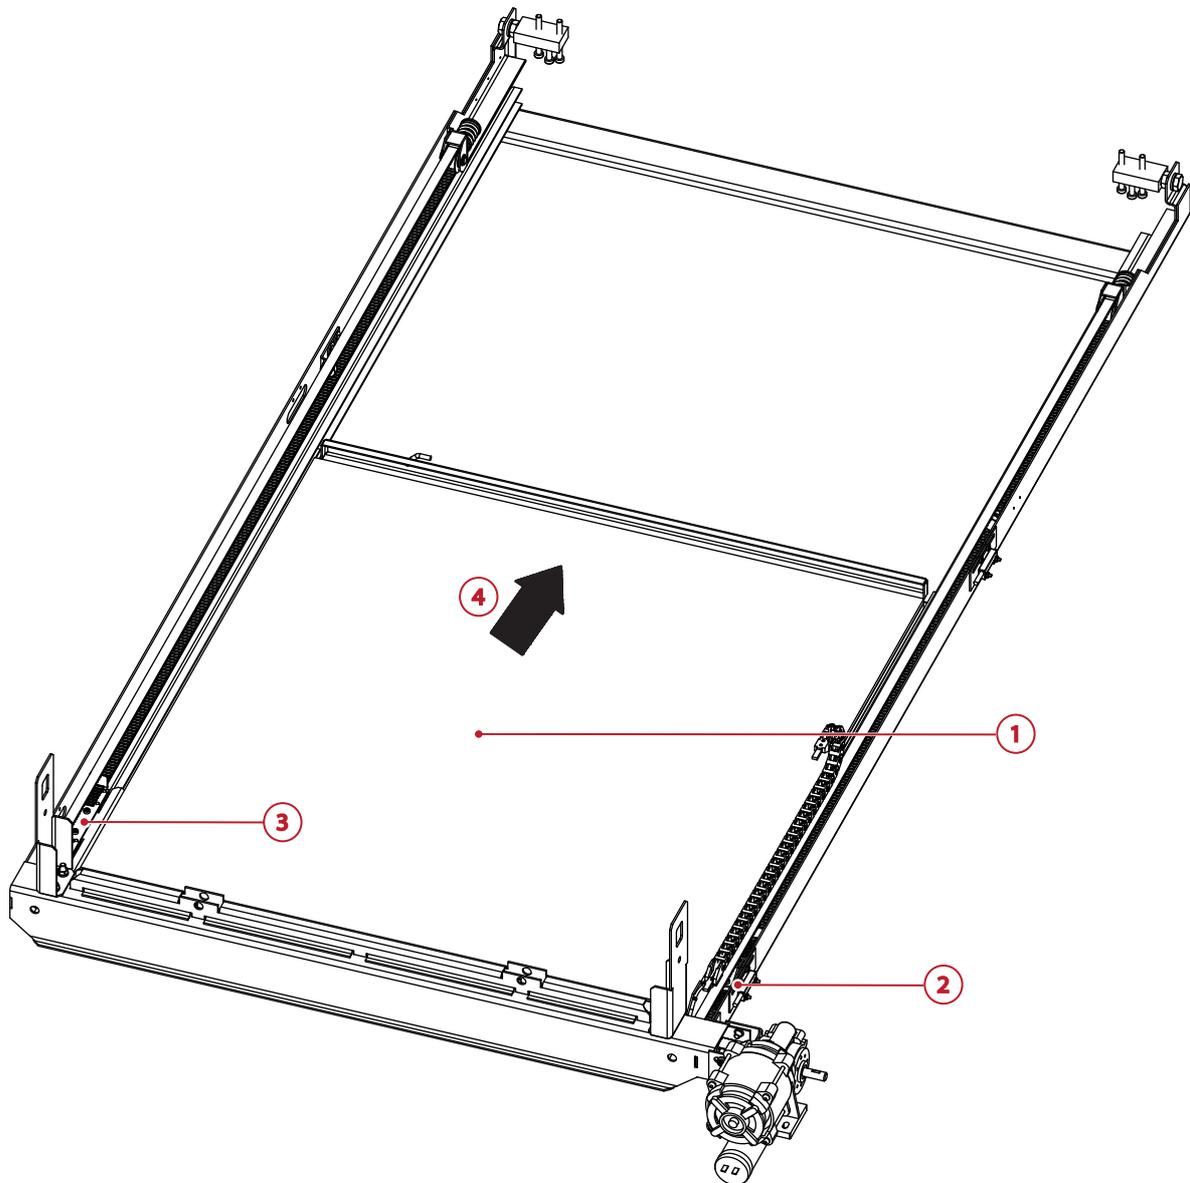

Fig. 10-17 Türsystem ausgebaut
- ▶ Legen Sie den Türrahmen vorsichtig auf einen ebenen Untergrund ab. Siehe Fig. 10-17 "Türsystem ausgebaut".